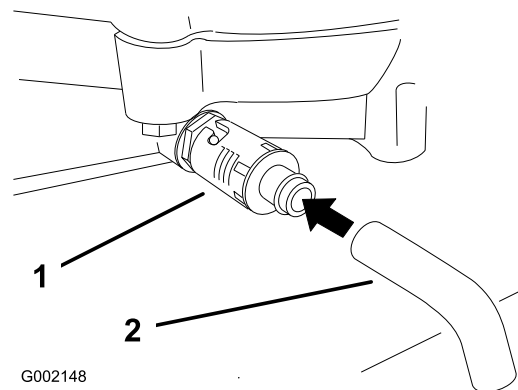

Bild 24
4. Stellen Sie eine Auffangwanne unter den Ablass. Drehen Sie das Ölablassventil, damit das Öl herauslaufen kann (Bild 24).